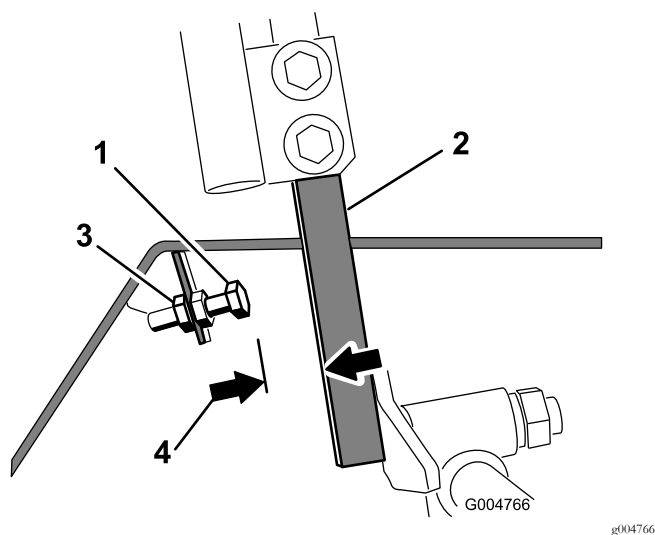

Figura 58
- Solte a porca de bloqueio no parafuso de paragem para uma alavanca de controlo (Figura 58).